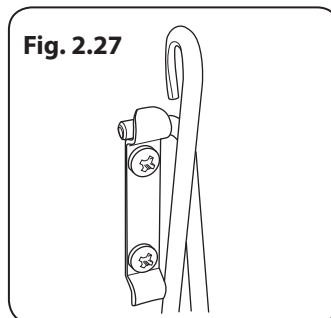
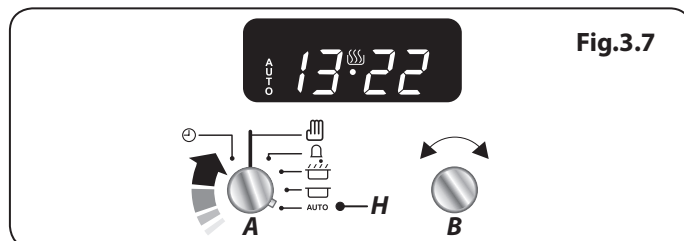

Fig. 2.27
Fig.3.7
Pour monter le Handyrack, placez un côté sur le support de la porte (Fig. 2.27).
3. Tournez le bouton de la minuterie (A) sur le réglage Auto (H) (Fig. 2.27). L'affichage indique alors l'heure actuelle, le symbole Cuisson et le mot « **AUTO** » (**Fig.3.7**).